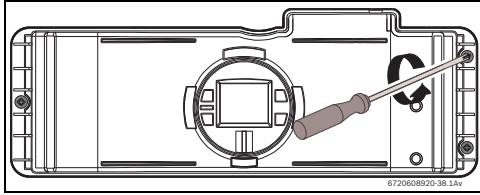
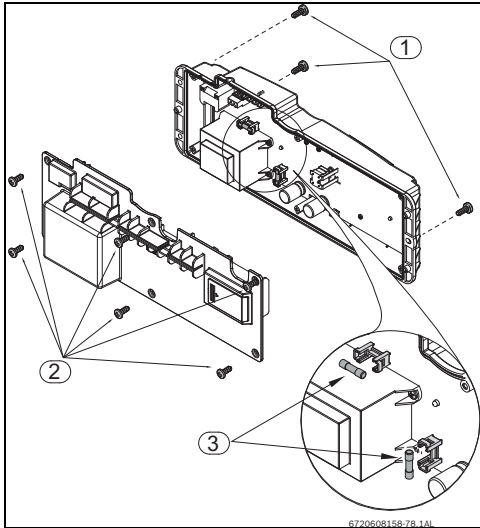

Fig. 34
Fig. 35 Ubicación de los fusibles
- ▶ Aflojar tres tornillos en la parte delantera de la caja electrónica (Fig. 34 y Fig. 35 , pos.1).
- ▶ Jalar la caja electrónica para acceder a los seis tornillos situados en la parte posterior y retirarlos (Fig. 35 , pos. 2).
- ▶ Después de verificar los fusibles (Fig. 35 , pos.3) proceder al montaje de todas las piezas en el orden inverso.